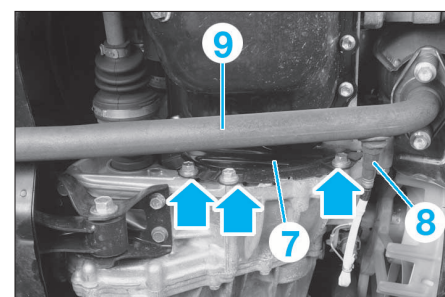
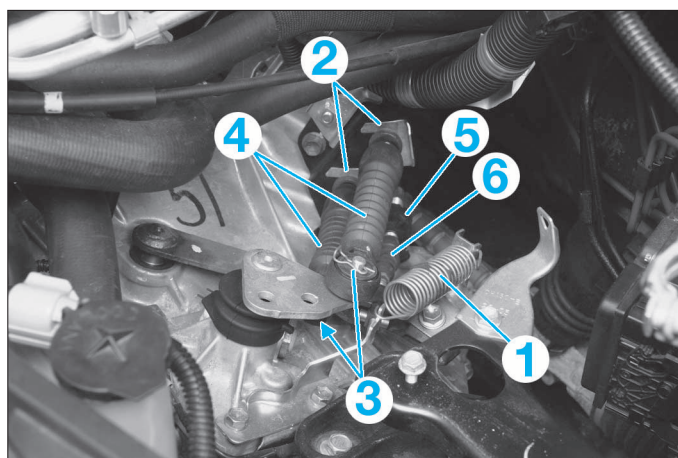
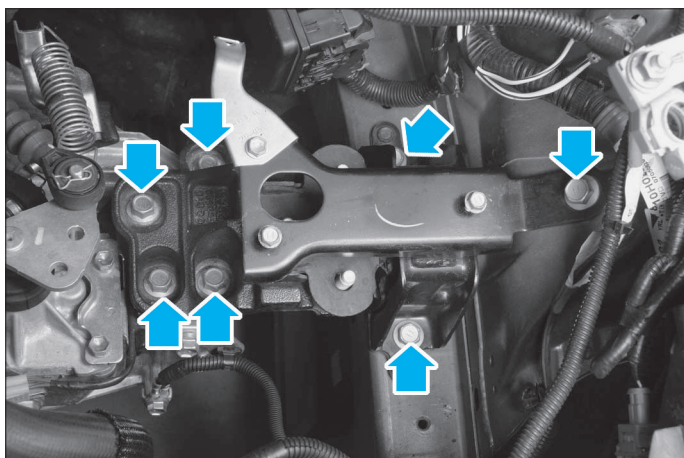

FIG. 13
FIG. 12
FIG. 14
- Déposer (fig. 12) :
- le ressort (1).
- Débrancher les câbles (4).
- Desserrer l'écrou de réglage (5) du câble de débrayage (6) puis déposer ce dernier de la boîte.
- la plaque de fermeture (7) (fig. 13).
- la sonde (8).
- le tube d'échappement (9).
- Déposer le support de boîte de vitesses (7 vis) (fig. 14).
- remplacer le ressort de tension (1) (fig. 12) en cas de corrosion ou de déformation.